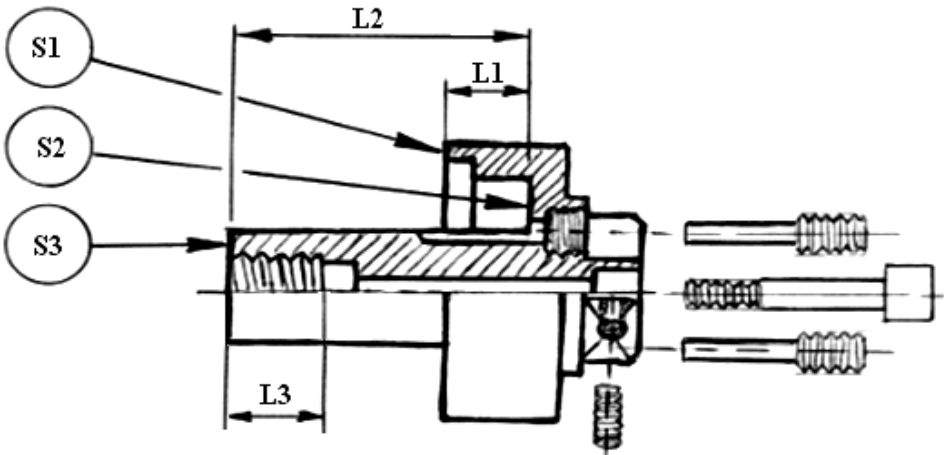

Fig. 8
8) **DADO SPECIALE (FIG. 8) DA USARE PER IL FISSAGGIO DELLE SOLE ELICHE DOTATE DI DISPOSITIVO ANTISHOCK - SPECIAL NUT (FIG.8) ONLY FOR MAX PROP WITH ANTI-SHOCK DEVICE**